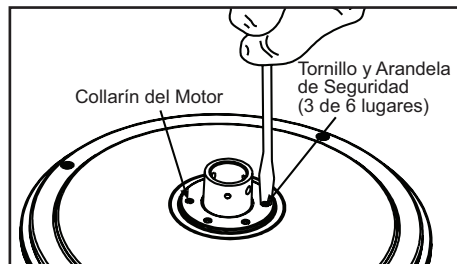

Figura 10
4. Retira tres de los seis tornillos y arandelas de seguridad (alternados) que sujetan la placa de refuerzo a la parte superior de la carcasa del motor (Figura 10).